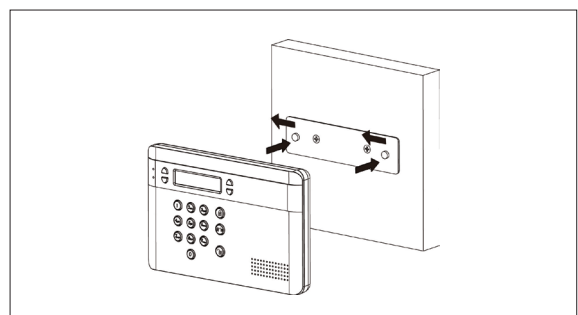

Bild 5
6. Haka fast kontrollpanelen på monteringsplattan och skjut kontrollpanelen till vänster för att låsa fast kontrollpanelen mot sabotagebrytaren. Bild 5.